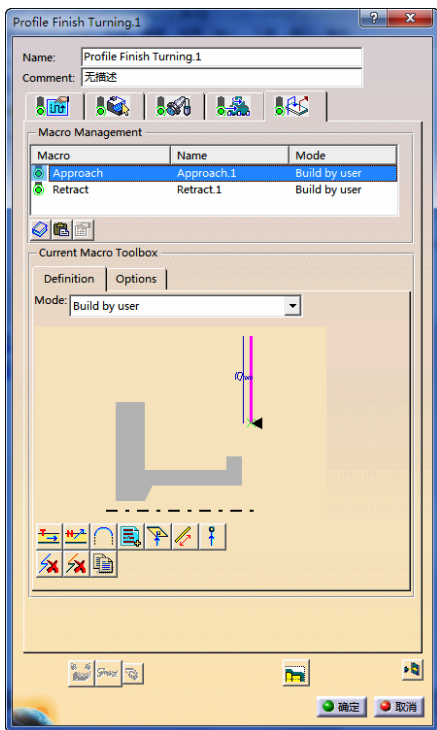

图 6-50 设置“Approach”参数(3)
- 在“Macro Management”区域的列表框中选择“Approach”, 单击鼠标右键, 在弹出的快捷菜单中选择 Activate 命令, 在“mode”下拉列表中选择“Build by user”, 然后单击 Remove all motion 按钮和 Add Horizontal motion 按钮, 设置“Approach”参数(3)如图 6-50 所示。